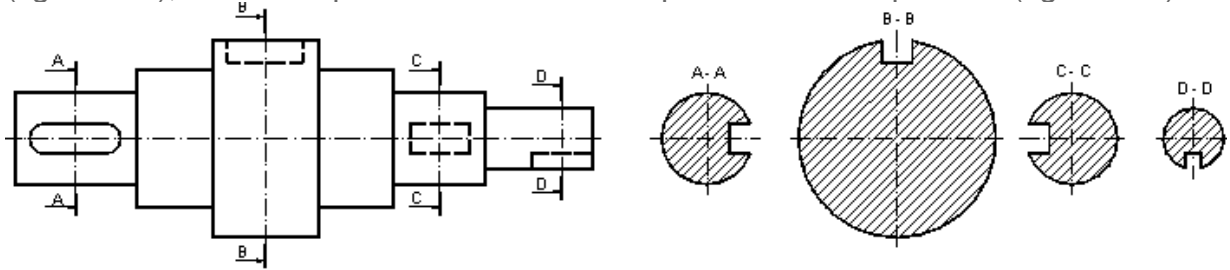
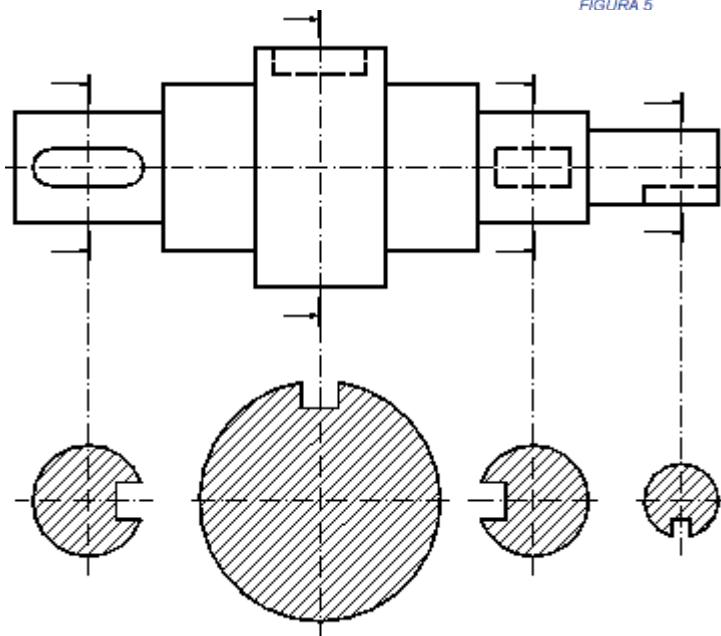
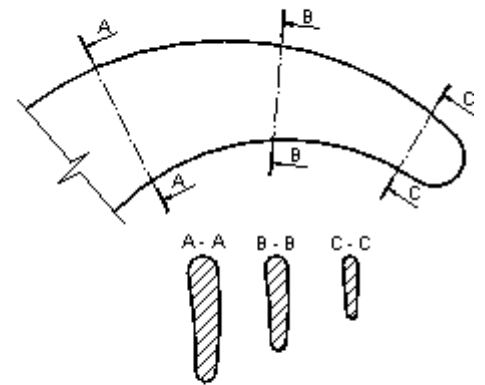

FIGURA 5
FIGURA 6
FIGURA 7
5. En piezas cónicas, la línea de rotura se indicará como en el caso anterior, mediante lazadas, si bien estas resultarán de diferente tamaño (*figura 7*).
6. En piezas afectadas por un corte por planos paralelos, se empleará el mismo rayado, pudiendo desplazarse en la línea de separación, para una mayor comprensión del dibujo (*figura 7*).
3. **Secciones abatidas sucesivas.** El desplazamiento de la sección se podrá realizar a lo largo del eje (figura 5); desplazadas a lo largo del plano de corte (figura 6), o desplazadas a una posición cualquiera (figura 7).